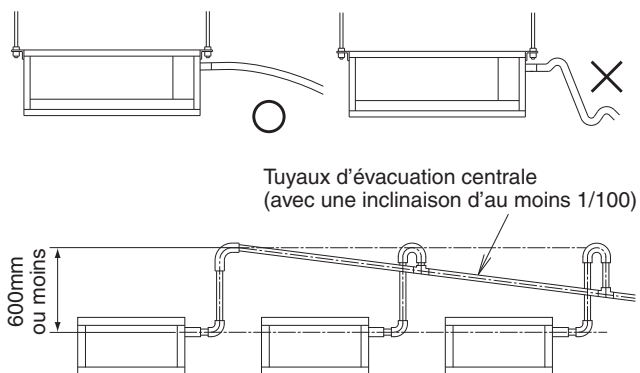

Fig. 10
**(1) Installez les tuyaux d'évacuation.**
- Les tuyaux d'évacuation doivent être courts et l'inclinaison vers le bas d'au moins 1/100 pour éviter la formation de poches d'air. **(Reportez-vous à la Fig. 10)**
- N'entortillez ni ne pliez le tuyau d'évacuation (2) pour ne pas y exercer une pression excessive. (Ce type de traitement pourrait provoquer une fuite.)
- Si vous utilisez les tuyaux d'évacuation centrale, suivez la procédure illustrée sur la Fig. 10.
**(2) Une fois les travaux de tuyauterie terminés, vérifiez que l'écoulement est régulier de la manière décrite ci-dessous.**